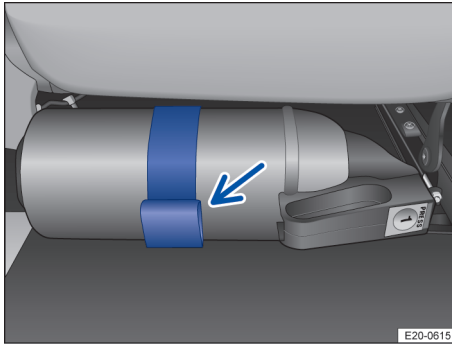

Fig. 48 Sub scaunul pasagerului față: Suport cu extingtor (imagine de referință).
1. Deschideți clema de fixare de la suport și scoateți extingtorul → fig. 48 (săgeata).